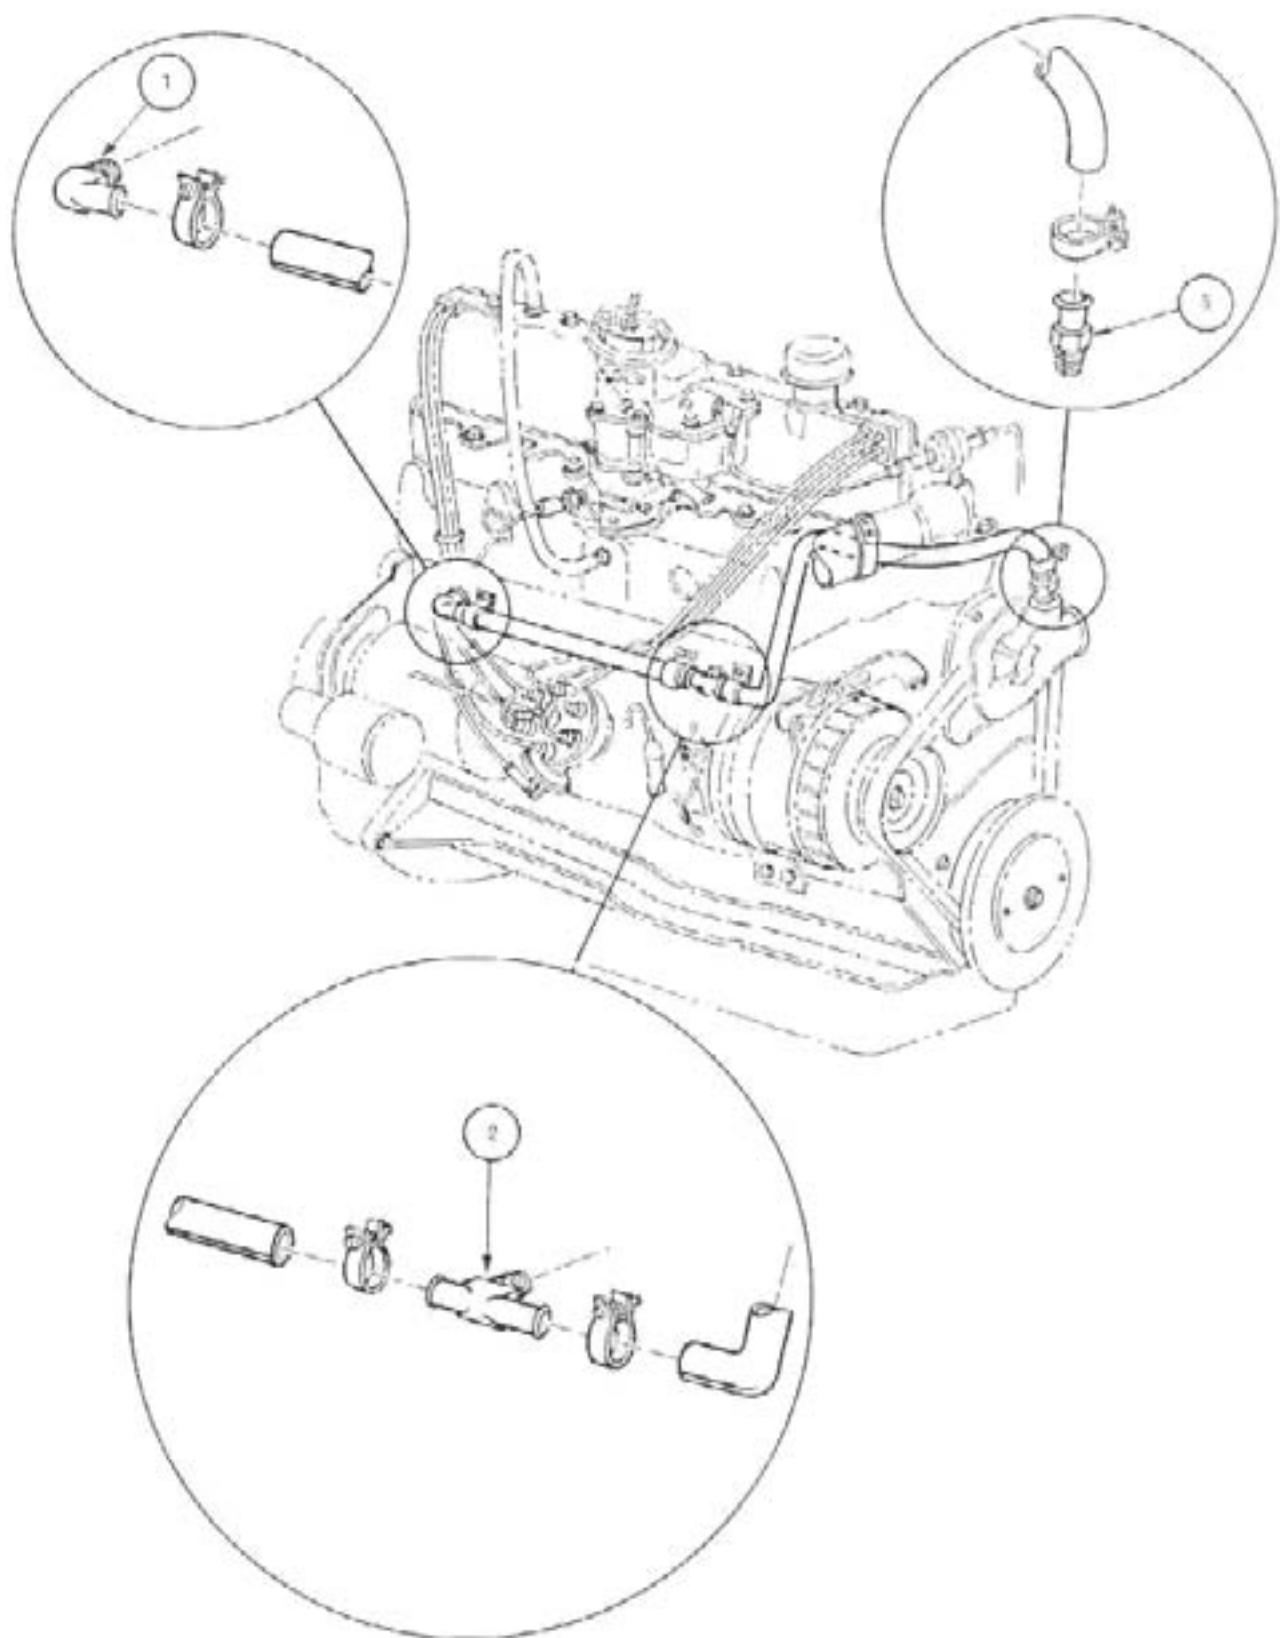

fig. 10 — mangueiras de arrefecimento do bloco
**IMPORTANTE:** Na parte superior da bomba d'água encontra-se instalada uma mangueira que envia água diretamente ao bloco o que proporciona um arrefecimento mais eficiente. A fig. 10 ilustra a tubulação de distribuição da água.
**Obs.:** Se as conexões 1, 2, 3 (fig. 10) foram removidas do bloco, aplicar vedador resistente à água nas roscas.